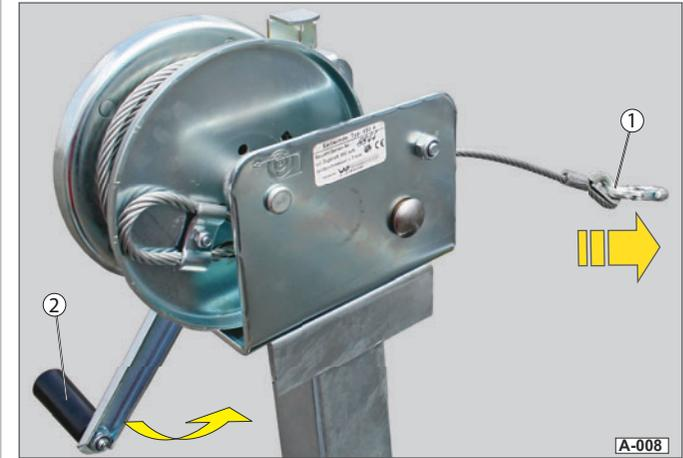

Abb. 8 Seil ausrollen / ausziehen
- ▶ Ziehen Sie das Drahtseil (Abb. 8/1) am Karabinerhaken von Hand aus - beachten Sie, dass die Kurbel (Abb. 8/2) sich mitdreht.